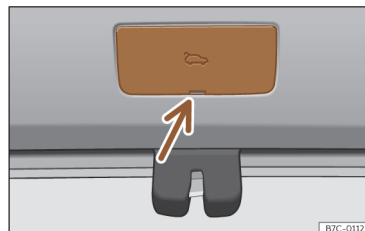

Fig. 58 Pormenor da bagageira: acesso à destrancagem de emergência.
- Retire a cobertura fazendo alavanca com o palhetão da chave >>> **Fig. 58.**